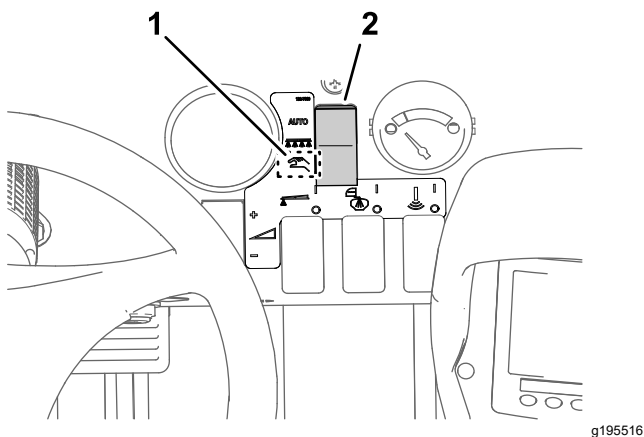

Рисунок 43
2. Установите кнопку режима опрыскивателя в ручной режим (Рисунок 43).